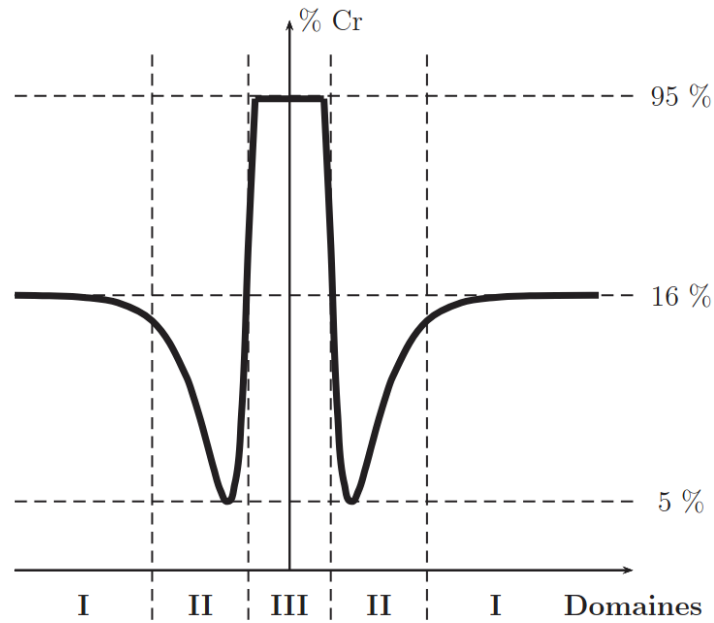

FIGURE 4 – Evolution de la teneur en chrome dans une pièce d'acier inoxydable soumise à la corrosion intergranulaire (échelle des ordonnées non respectée).
□ **13** – A quel(s) domaine(s) de la figure 4 (document 2) appartiennent les points A, B et C relatifs au document 1 ? Justifier succinctement.